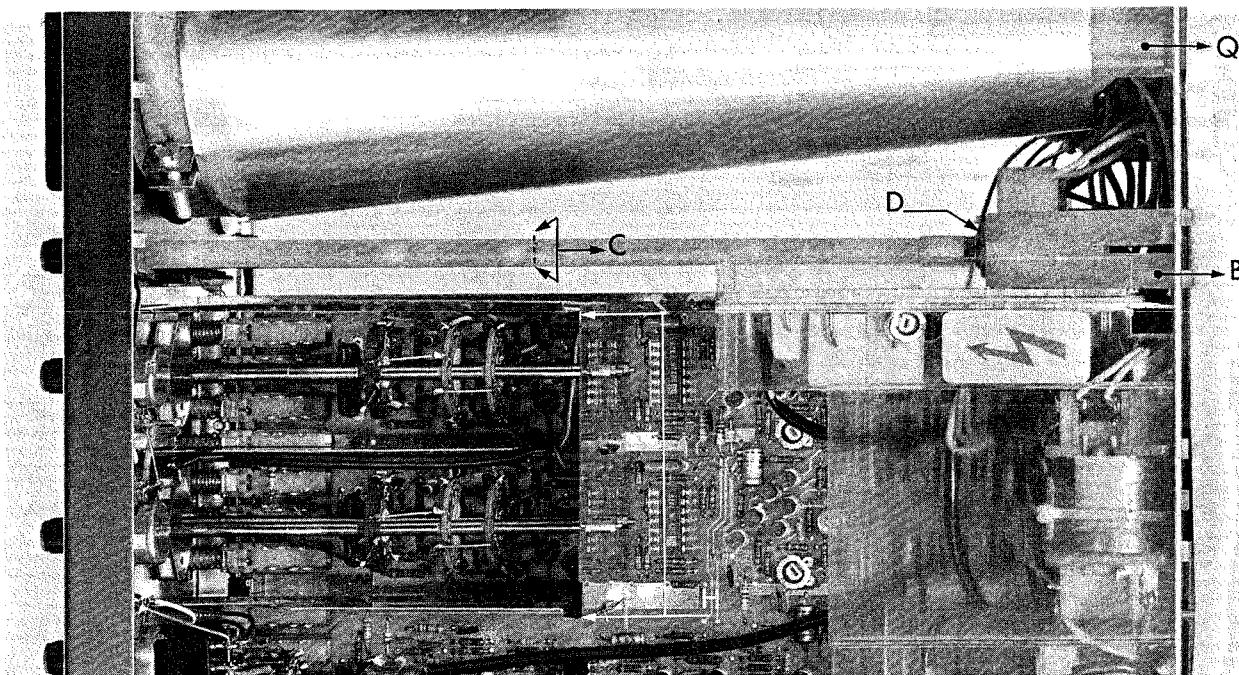

Abb. 2.6. Ausbau
- Plastikklemme B (Abb. 2.6.) durch die Öffnungen an der Rückwand herausschieben.
- gleichzeitig Achse C (Abb. 2.6.) drehen und ziehen bis das viereckige Achsenende genau in die Öffnung passt und sich herausnehmen lässt.
- Sechskantmutter D (Abb. 2.6.) lösen, um Potentiometer zu entfernen.
- die seitlichen Abschirmplatten des Abschwächers aushaken dazu die rückwärtige Abschirmplatte (H) am oberen Rand nach vorn drücken (siehe Abb. 2.6.).
- die beiden Nylonklemmen Q (siehe Abb. 2.6.) am Ende der Röhre nach innen pressen und unter Rücksichtnahme auf die Mumetalabschirmung die Elektronenstrahlröhre so weit durch die Frontplatte herausschieben, dass die Röhrenfassung gelöst werden kann (Nylonklemme zur Unterstützung zurück-schieben).